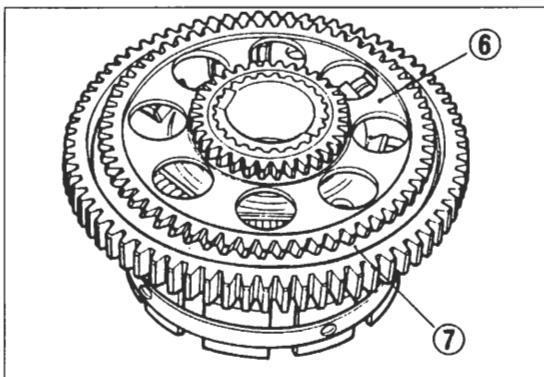

Bild 138
- Kupplungskorb mit vormontiertem Generator- und Ölpumpenantriebsrad auf Hauptwelle aufsetzen (Bild 138). Lagerhülse, Nadelkäfig und Anlaufscheibe gefettet aufschieben, siehe Bilder 127 und 126.